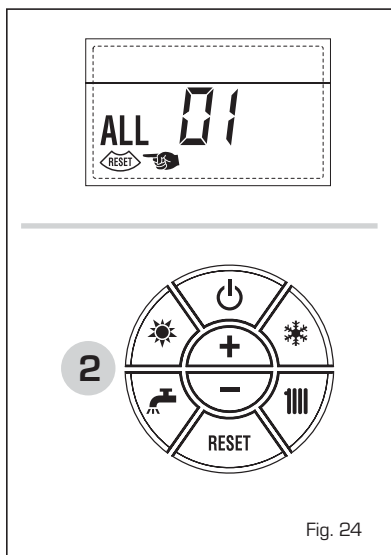

Fig. 24
**- ANOMALIA BASSA PRESSIONE ACQUA "ALL 02"** (fig. 24/a)